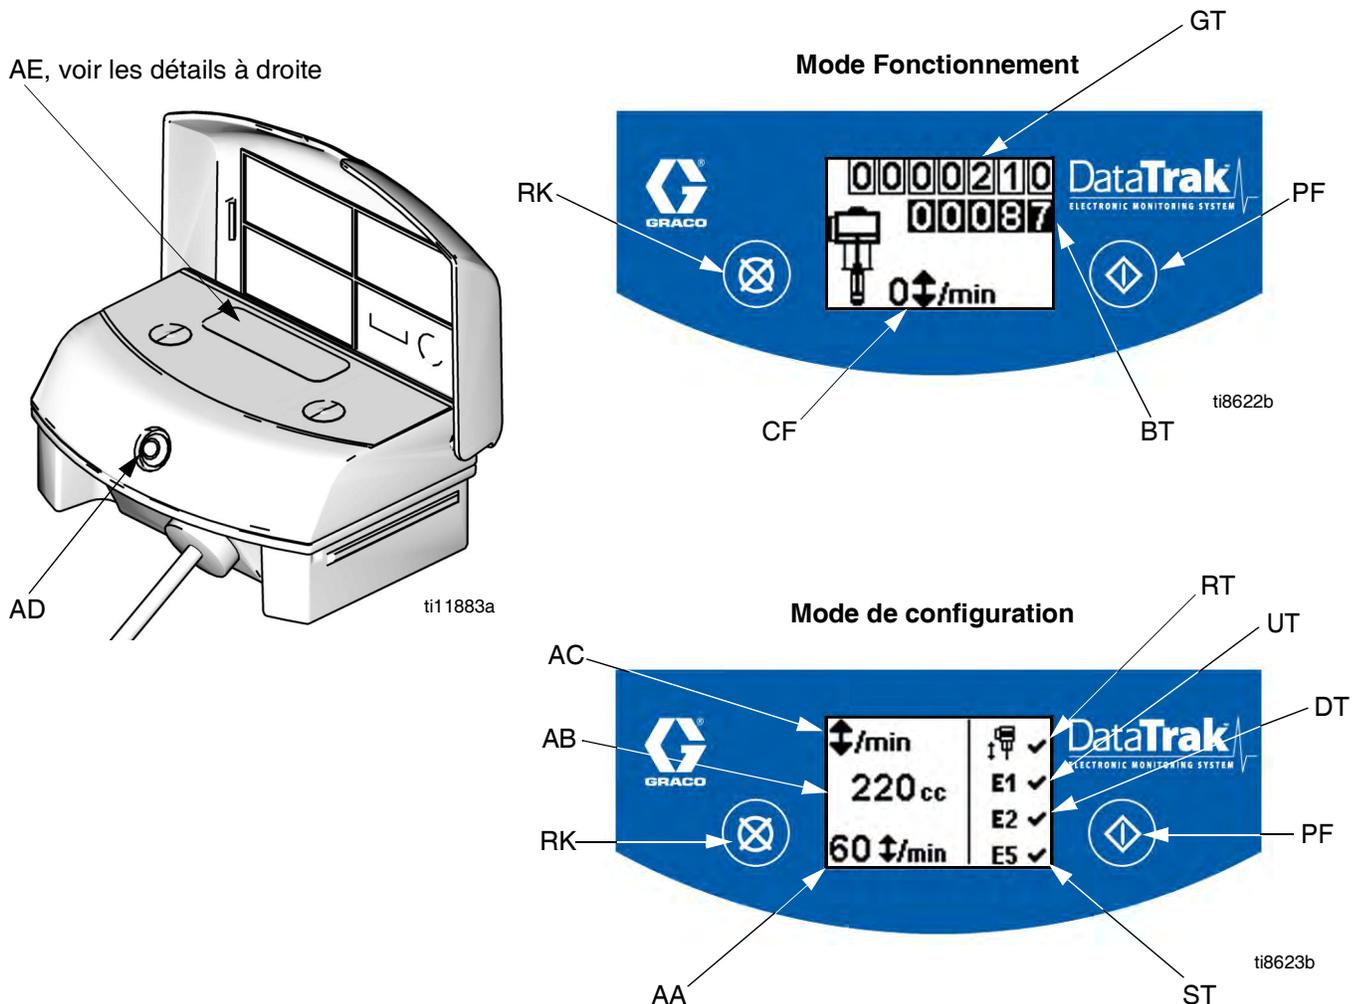

FIG. 8. Commandes et voyants du DataTrak
Légende pour la FIG. 8
1. Voir la FIG. 8. Appuyer et maintenir 5 secondes sur  jusqu'à ce que le menu Setup (Configuration) apparaisse.
En cas d'emballement, les codes d'erreur E1, E2, et E5 sont enclenchés et  s'affiche sur l'écran de configuration. Voir la FIG. 8.
1. Voir la FIG. 8. Si l'emballement de la pompe se produit, le solénoïde d'emballement s'enclenchera, arrêtant ainsi la pompe. La DEL (AD) clignotera et l'écran (AE) indiquera une condition d'emballement (voir le Tableau 1 :). L'affichage fera apparaître une suite de six écrans d'instructions.
3. Écrans d'emballement 3 et 4 : Une fois l'air entièrement purgé, pousser sur le bouton de libération de l'électrovanne (J) pour réinitialiser la vanne d'air. Le bouton ressortira une fois la vanne d'air de nouveau comprimé.
5. Ouvrez la vanne d'air principale (E) pour redémarrer la pompe.
Pour désactiver la surveillance de la protection contre l'emballement, passer en mode de configuration et mettre la valeur d'emballement à 0 (zéro) ou basculer (RT) sur arrêt  (voir FIG. 8).
1. Voir la FIG. 8. Pour entrer en mode Amorçage/Rinçage, appuyer sur n'importe quelle touche pour activer l'écran, puis appuyer sur . Le symbole Amorçage/Rinçage apparaîtra dans l'écran et la
2. En mode Amorçage/Rinçage, la protection contre l'emballement est désactivée et le totalisateur de lots (BT) ne compte pas. Le totalisateur général (GT) continue de compter.
Voir la FIG. 8. Le dernier caractère du totalisateur de lots (BT) représente les dixièmes de gallons ou de litres. Pour réinitialiser le totalisateur, appuyer sur une touche pour activer l'écran, puis appuyer sur  et maintenir enfoncé pendant 3 secondes.
Voir la FIG. 8. L'affichage (AE) s'éteindra après 1 minute d'inactivité en mode de fonctionnement ou après 3 minutes en mode de configuration. Appuyer sur n'importe quelle touche pour allumer l'écran.
Le DataTrak peut diagnostiquer plusieurs problèmes avec la pompe. Lorsque le dispositif de contrôle détecte un problème, la DEL (AD, FIG. 8) clignote et un code de diagnostic apparaît dans l'écran. Voir le Tableau 1 :